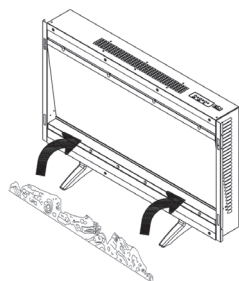

Figure 10
- Retirez le bois de chauffage d'imitation de l'emballage et placez-le le long de l'unité d'éclairage dans la position souhaitée (voir figure 10).